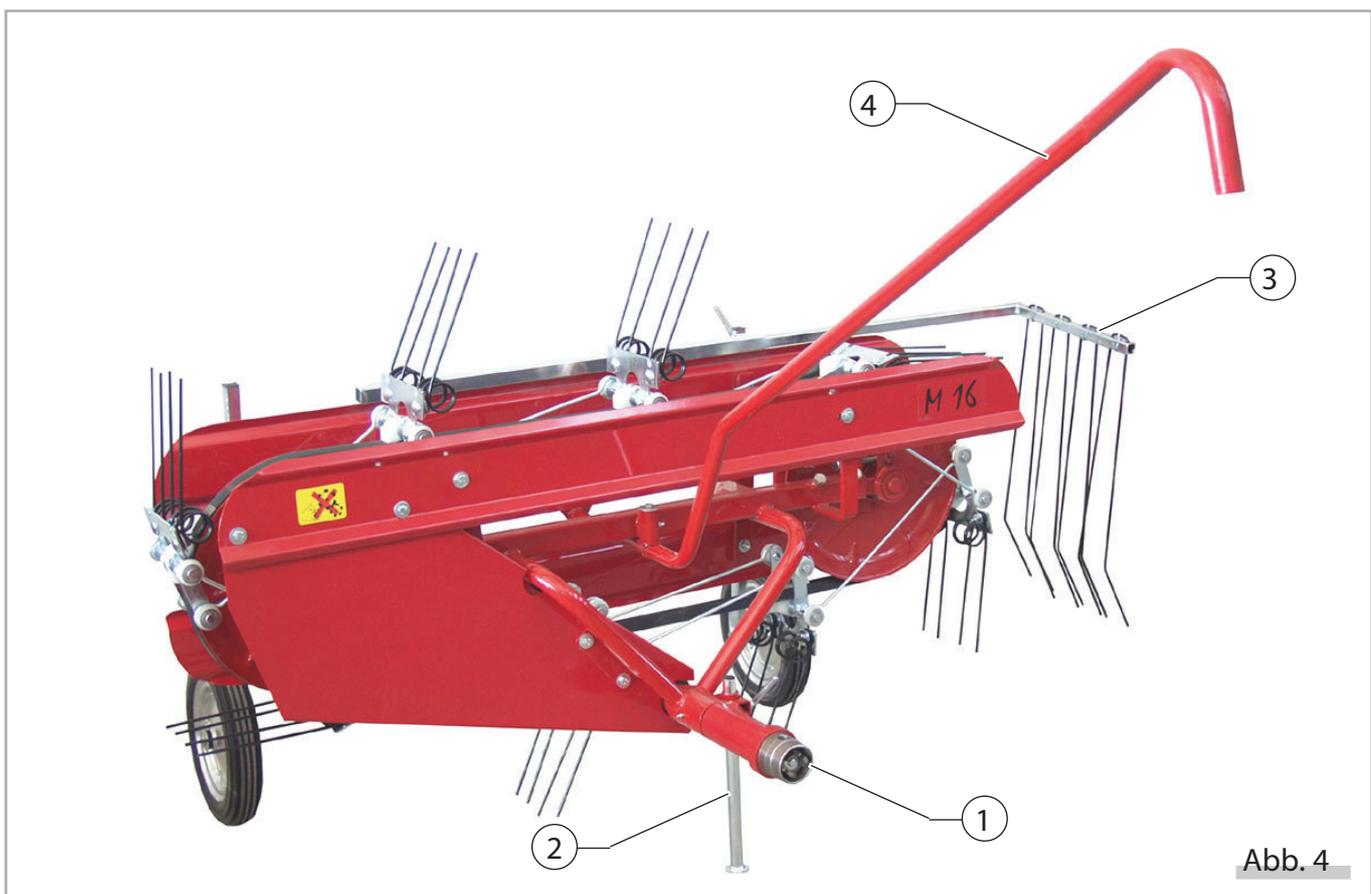

Abb. 4
- den Auflagefuß anheben (Pos. 2, Abbildung 4)
- den seitlichen Heuschutz (Pos. 3, Abbildung 4) einfahren und ihn mit dem eigens hierfür vorgesehenen Gewindestift befestigen
- das Band mit dem eigens hierfür vorgesehenen stirnseitigen Hebel (Pos. 2, Abbildung 4) vom Boden anheben
- den Richtungshebel (Pos. 4, Abbildung 4) dazu benutzen, die Heuharkmaschine in die gewünschte Richtung zu führen; ihn direkt vom Fahrersitz der Zugmaschine aus betätigen.